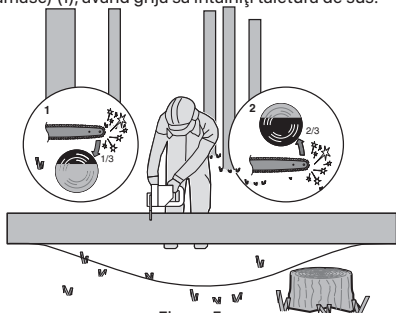

Figura 5
Dacă bușteanul se sprijină pe ambele capete, vezi figura 5, tăiați de sus 1/3 din diametru (1). Finalizați debitarea printr-o tăiere de jos în sus a diametrului rămas (cele 2/3 rămase) (1), având grijă să întâlnești tăietura de sus.